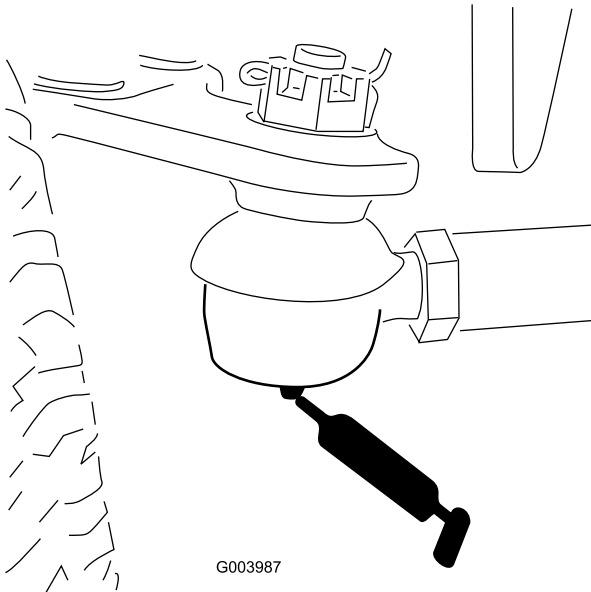

Bild 34
- Drehbüchsen der Hinterachse (2) (Bild 34)